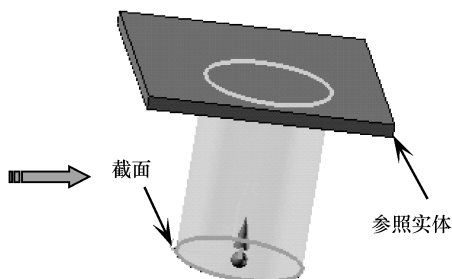

图 3-5 【直至下一个】方式
- 直至下一个：在截面附近若有其他参照实体（至少两个），程序自动将参照实体作为拉伸特征的起始与终止位置，如图 3-5 所示。